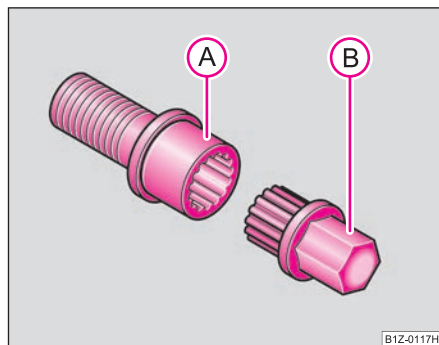

Fig. 198 Șurub de siguranță cu adaptor
- Introduceți adaptorul (B) cu partea zimțată până la limită pe interiorul zimțat al șurubului de siguranță (A), astfel încât să se mai vadă numai partea hexagonală ⇒ fig. 198.
- Împingeți cheia de roată până la capăt, pe adaptor (B).